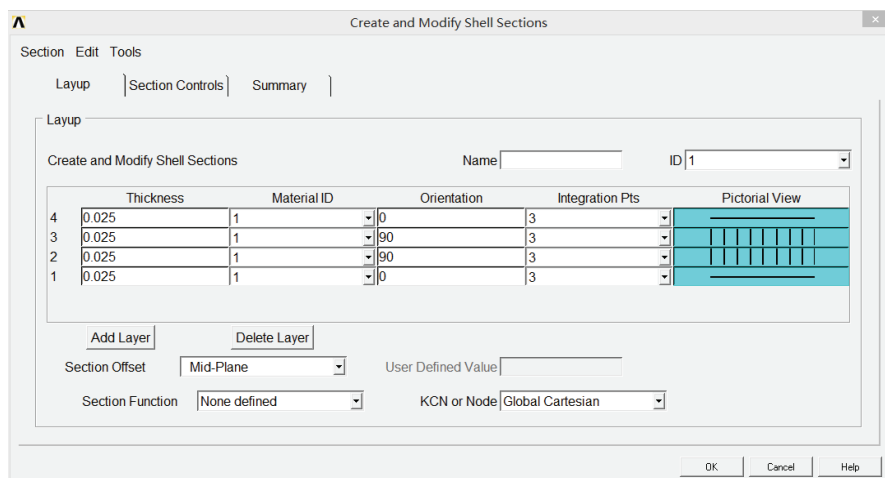

图 6-38 输入单元层信息对话框
4) 选择 Main Menu | Preprocessor | Sections | Shell | Lay-up | Add/Edit 命令, 出现 Create and Modify Shell Sections 对话框, 参照图 6-38 对其进行设置, 单击 OK 按钮关闭该对话框。